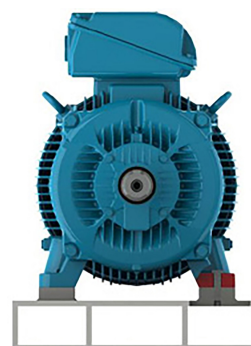

Figura 6.4: Motor instalado sobre base metálica
- Bases metálicas: más comunes para motores de pequeño porte (ver Figura 6.4 de la página 120).